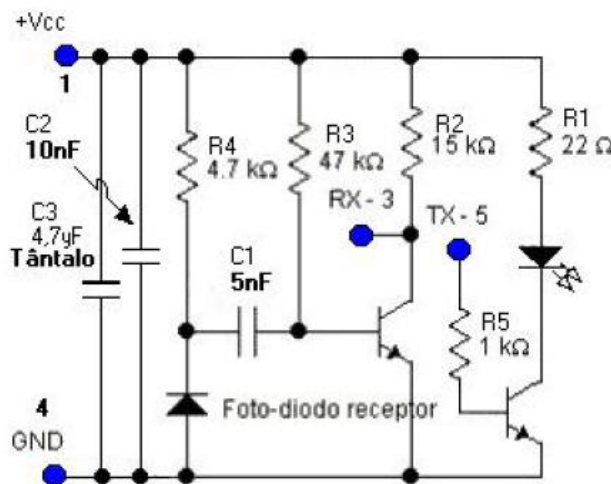

Figura 21: Dimensões máximas da placa de circuito impresso.
b) Após desenhar o circuito no módulo *Schematics*, projete uma placa de circuito impresso utilizando o módulo *Board* do EAGLE. Para que o circuito possa ser acomodado no teto do veículo junto à lâmpada interna, a placa deverá ter dimensões máximas de **0,7 inch x 2,0 inch**, com dois orifícios de **0,1 inch** de diâmetro em cada extremidade, para fixação (veja figura 21). O transistor BD135 não necessitará de dissipador de calor, pois a potência da lâmpada é baixa. A placa deverá ser do tipo **face-simples** (trilhas de cobre apenas na parte inferior da placa).